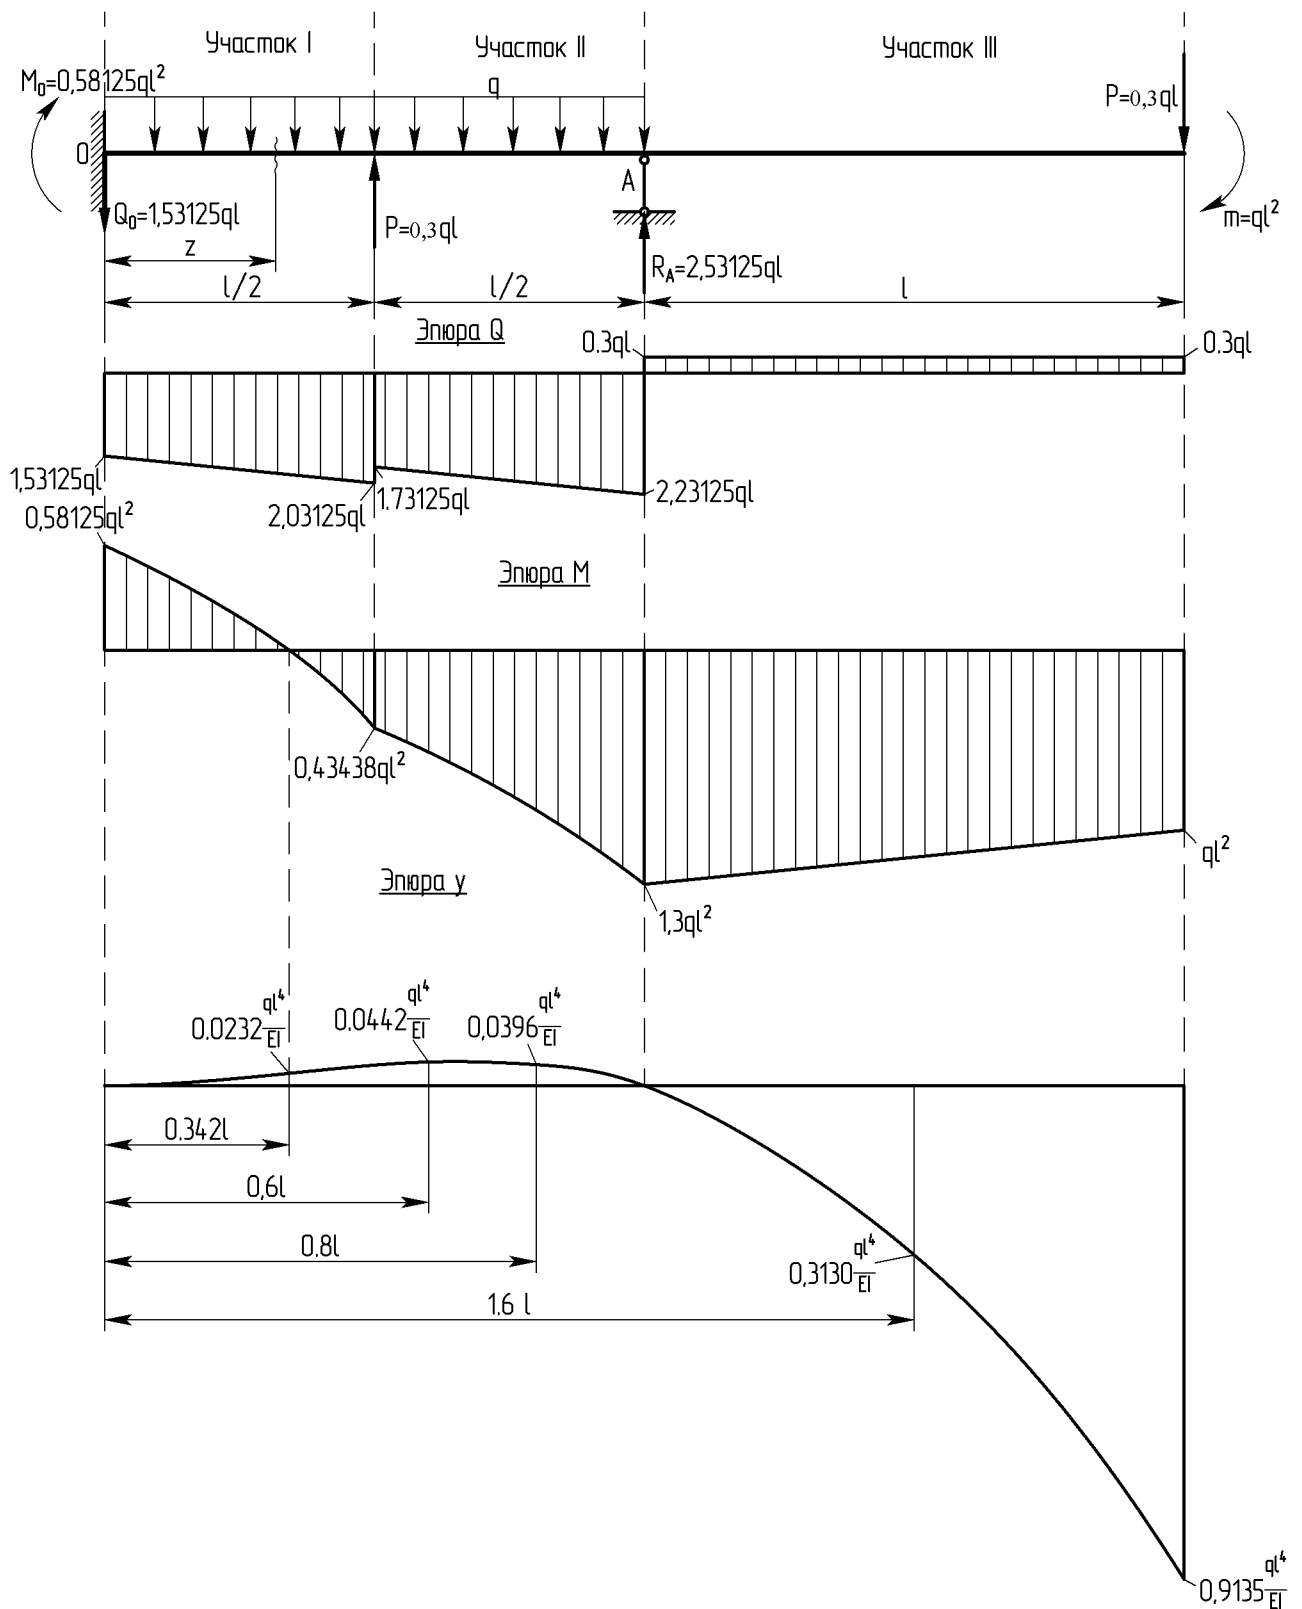

Рис.1.2
1. Составим уравнение статики в виде суммы моментов всех приложенных к балке сил (рис.1.2) относительно правой опоры:
Разбиваем балку на три участка (рис.1.2) и для каждого из участков напишем выражения для Q и M .
Эпюры Q и M показаны на рис.1.2.
Эпюра прогибов y (упругая линия балки) показана на рис.1.2.